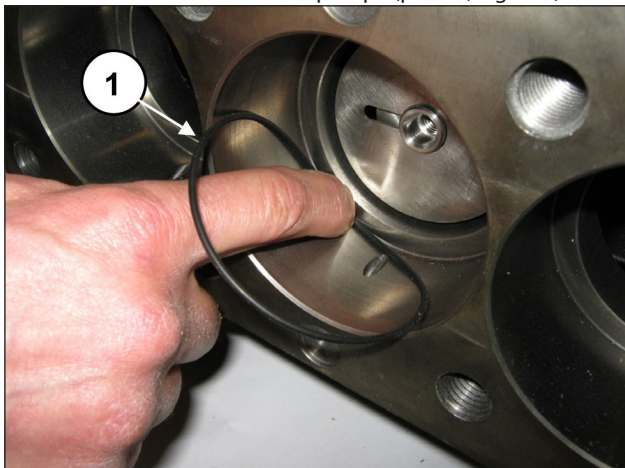

Fig. 170
Estrarre il gruppo supporto guarnizioni e l'attrezzo tampone. Rimuovere l'O-ring di fondo supporto guarnizione qualora rimanesse all'interno del carter pompa (pos. ①, Fig. 170).